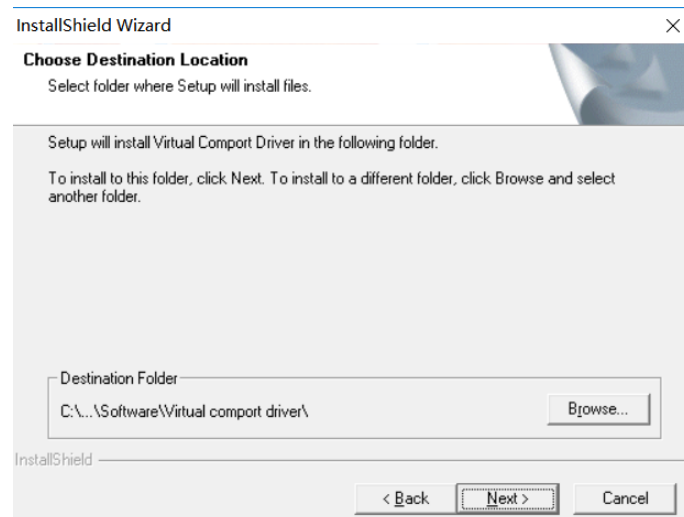

图 4.9 选择目录
3. 目录选择（推荐使用默认配置），点击 Next，如图 4.9 所示。